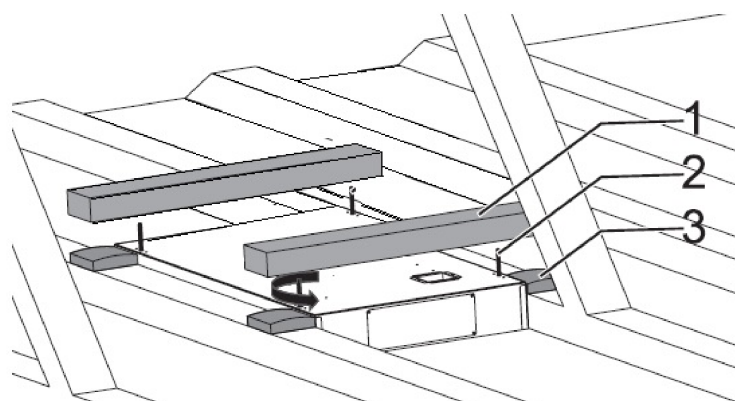

Fig. 14
4. ➤ Placere lægterne oven på emhætten, så de passer med skruenhullerne (Fig. 14).
For at undgå mulige vibrationer/ressonnans kan der placeres isolering ml. lægte og overflade (isolering købes seperat) (Fig. 14).
Skru nu nede fra igennem skruenhullerne op i lægterne for at spænde emhætten fast (Fig. 14)